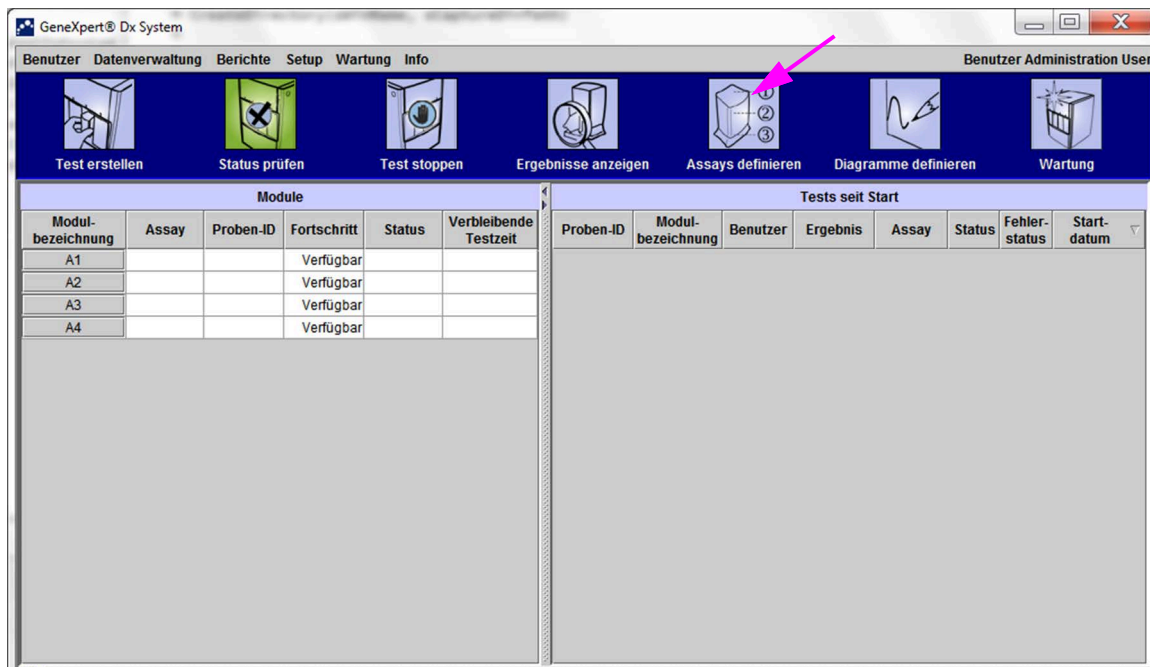

Abbildung 5-27. Fenster des GeneXpert Dx-Systems
1. Klicken Sie im Fenster des GeneXpert Dx-Systems auf **Assays definieren** (siehe Abbildung 5-27).